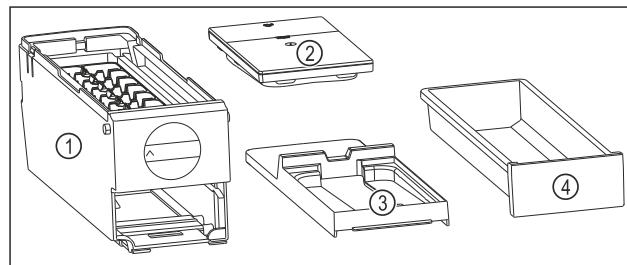

Fig. 147 Súčasti EasyTwist-Ice
- EasyTwist-Ice je rozložený na štyri časti. (pozri Fig. 147)
- Rozložte EasyTwist-Ice len na tie súčasti, ktoré sú na obrázku. (pozri Fig. 147)
- Korpus EasyTwist-Ice Fig. 147 (1) vyčistite ako celok.